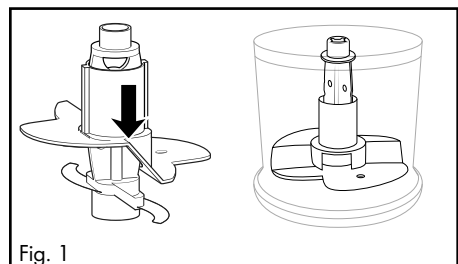

Fig. 1
- Per 100 ml di panna infilarla sul portalama **6** in modo tale che la frusta **11** poggi su entrambe le lame **8** e si innesti in posizione (Fig. 1):